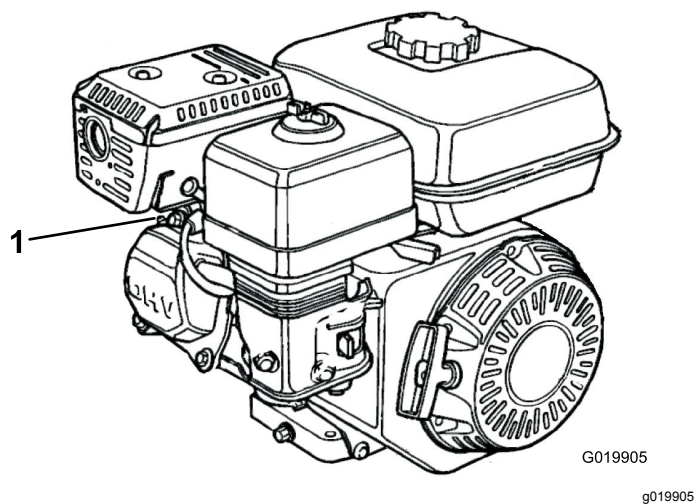

Figura 32
1. Scollegate il cappello dalla candela (Figura 32).